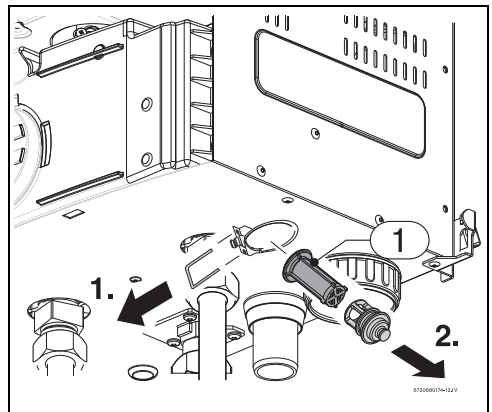

Fig. 49
- ▶ Sustituir el filtro de agua, consultar la (Fig. 49).